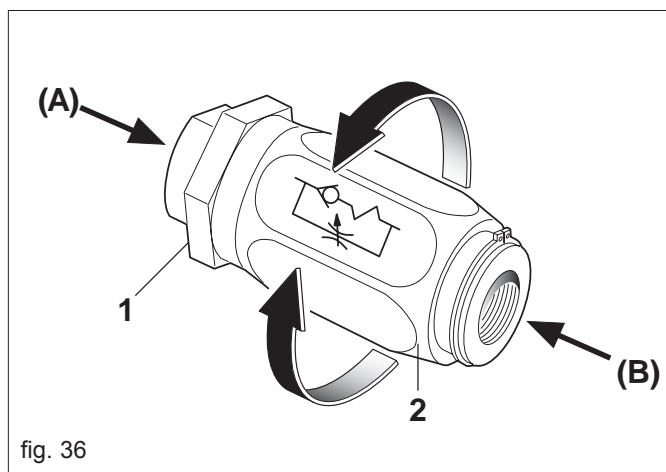

fig. 36
Pour modifier la pression de travail des dents à ressort de la herse recouvre-graines, faire tourner le ressort (B) placé sur le bras parallèle supérieur (Fig. 36).
L'installation de la soupape est intégré avec régulateurs de flux unidirectionaux (Fig. 36), qui permettent de réguler la quantité d'huile, en ouverture ou en fermeture, selon le sens de montage des mêmes.
Flux de A à B libre (Fig. 36);
Flux de B à A étranglé (réglé) (Fig. 36).